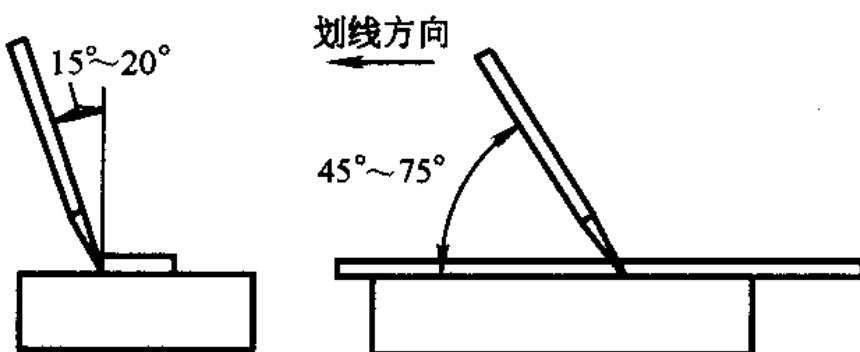

图 1.1 短直线的作法
(1) 短直线的作法 在小型制件上划线时，当所画直线长度不大于 1000mm 时，用划针或石笔紧靠直尺的一侧进行。划针（石笔）应有一定的倾斜，如图 1.1 所示。